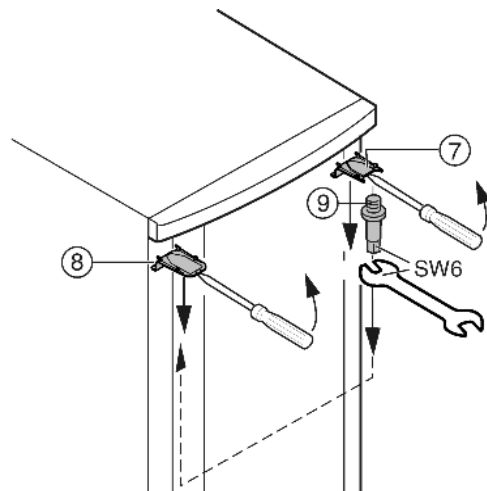

Fig. 7
- ▶ Fenn a Fig. 7 (7) és a Fig. 7 (8) fedeleket pattintsa ki egy csavarhúzó segítségével, és ferdén lefelé távolítsa el.
- ▶ Csavarja ki a tartócsapot Fig. 7 (9) és az ellenkező oldalon csavarja be **4 Nm-es nyomatékkal**.
- ▶ A fedelet Fig. 7 (7) szerelje vissza a tartócsap oldalára: hátul illessze be és elől pattintsa be.
- ▶ A fedelet Fig. 7 (8) az ellenkező oldalon szerelje fel: hátul illessze be és elől pattintsa be.
- ▶ Az ajtó felül függessze a tartócsapra Fig. 7 (9).